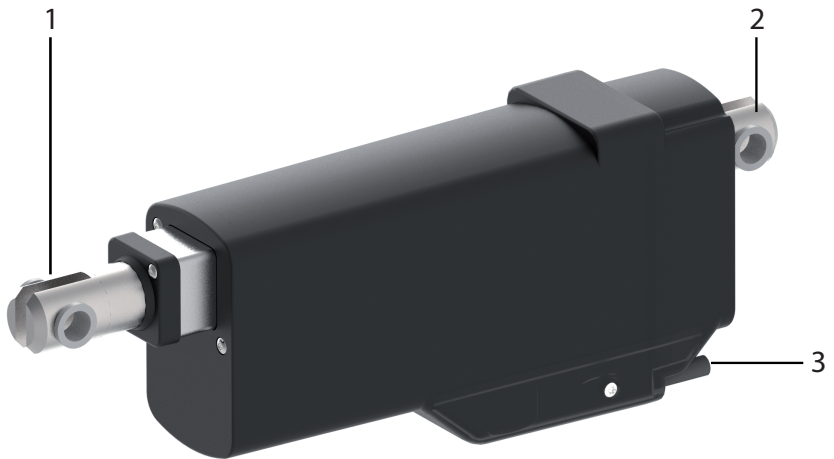

Abb. 1 Linearantrieb Patio
1. Befestigen Sie das Gerät nur an den dafür vorgesehenen Befestigungselementen. Diese befinden sich am Gehäuseende und an der Kolbenstange (siehe Abb. 1).